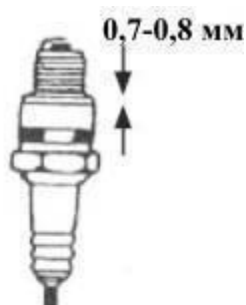

Рис.29
- в) Измерьте зазор свечи при помощи щупа. Зазор должен составлять от 0,7 до 0,8 мм (Рис. 29). Отрегулируйте расстояние, подгибая боковой электрод;